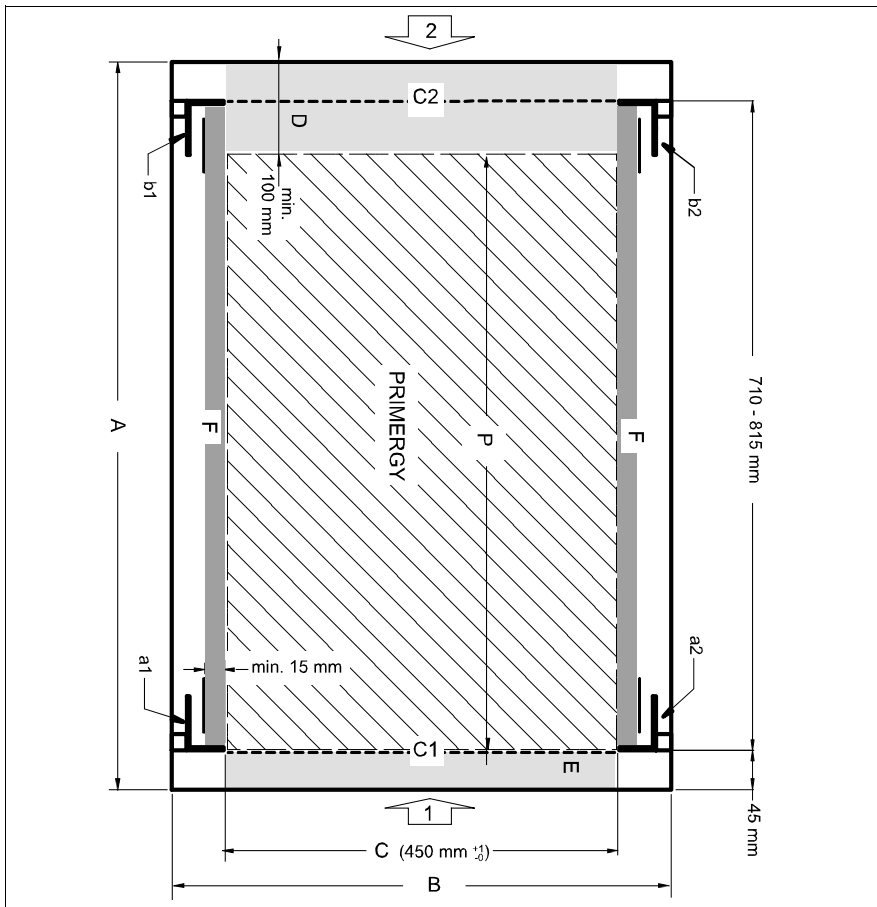

Bild 5: Mechanische Voraussetzungen
- Einbaumaße (siehe die in Bild 5 auf Seite 32 dargestellten Maße).